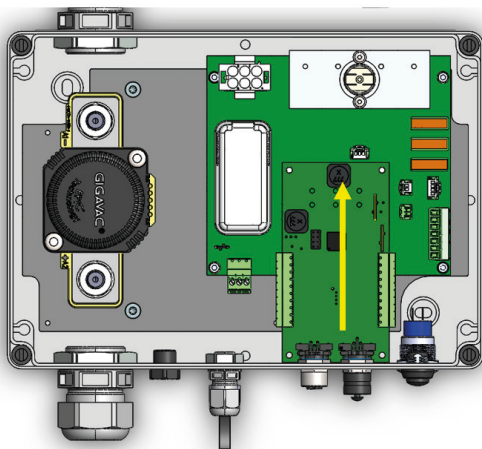

Figure 22. Faites glisser avec précaution la carte BCI hors des boîtiers des connecteurs CAN.
5. 5. Pour retirer la carte BCI du BIB, faites-la glisser avec précaution hors des boîtiers des connecteurs CAN dans le sens indiqué à la figure 22.